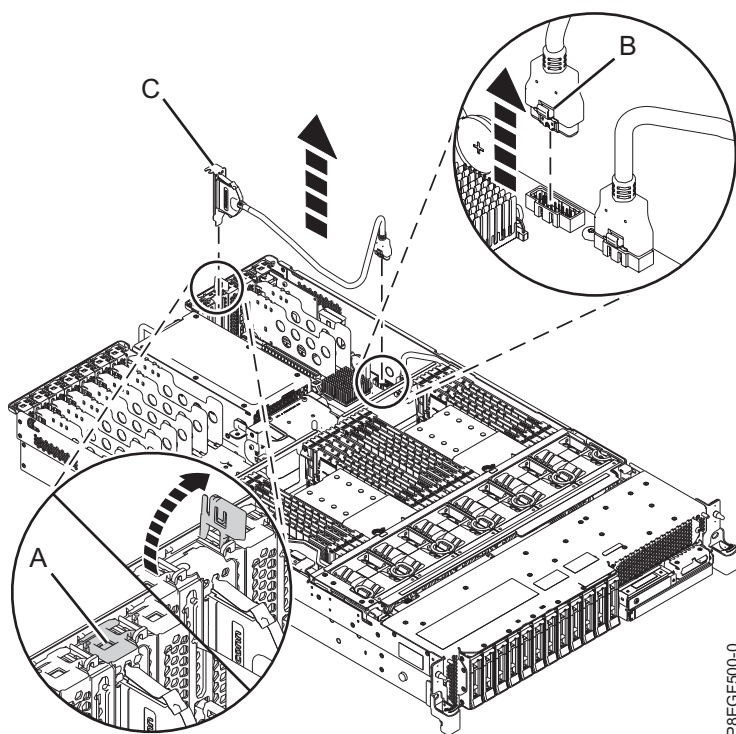

図 1. 背面 USB ケーブルの取り外し
2. 4 ページの図 1 に示すように、システムの後部でアダプター・ラッチ (A) を開き、USB ケーブル・ハウジング (C) を持ち上げます。